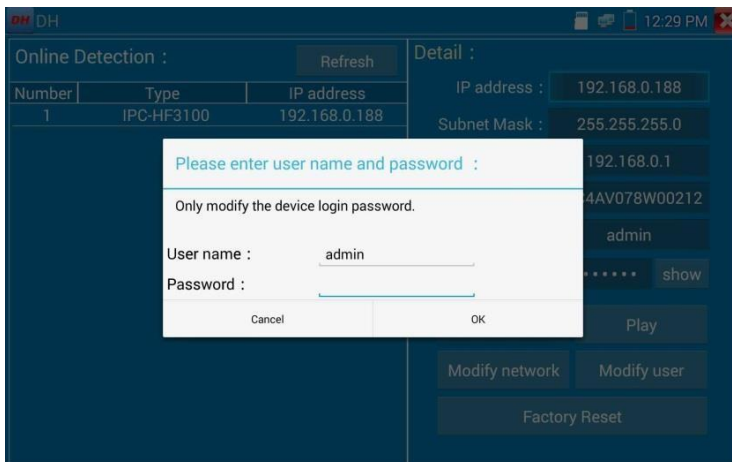

Рис. 135 Изменение имени пользователя и пароля
5. Для изменения имени пользователя и пароля используйте кнопку «Изменить пользовательскую информацию» (Modify user information). Вы можете задать новое имя пользователя и пароль для него, рис. 135